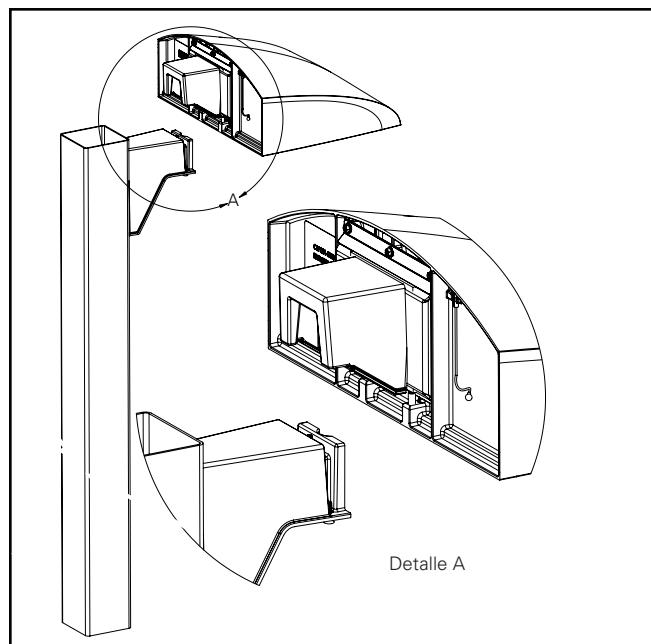

Figura 10
4. Conecte el adaptador de conexión rápida al luminario, tirando de los cables de suministro del luminario a través del orificio central de la placa de cuña. Apriete los (2) tornillos de fijación de 1/4-20 en el luminario a 20 in-lb (2,25 Nm) (Figura 10).